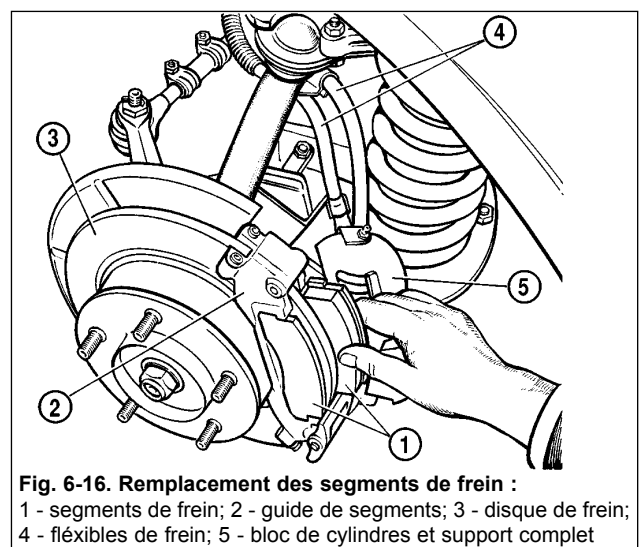

Fig. 6-16. Remplacement des segments de frein :
- dégoupiller l'axe d'un levier supérieur de pression, dégager l'axe et ôter le levier; enlever le support complet et dégager les mâchoires usées hors de rainures guide (fig.6-16);